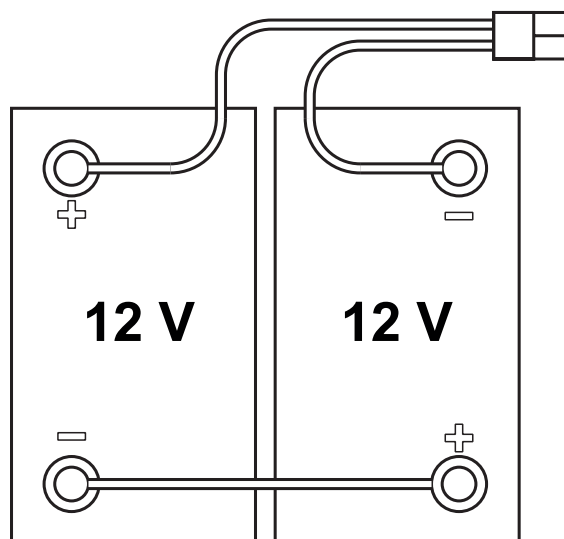

Figure 1
1. Si présente, retirer la clé de contact (41).
2. Débrancher le connecteur (8) des batteries.
3. Ouvrir le couvercle (34) et vérifier si le réservoir de l'eau de récupération (33) est vide. Dans le cas contraire, le vider au moyen du tuyau de vidange (12).
4. Fermer le couvercle (34).
5. Saisir la poignée (16) et soulever le réservoir (33) avec soin.
7. Placer et installer les câbles des batteries tel qu'indiqué dans le schéma de la Figure 1, puis serrer l'écrou sur chaque borne de batterie.
8. Placer le capuchon de protection sur chaque borne, puis brancher le connecteur des batteries (8).
9. Saisir la poignée (16) et baisser le réservoir (33) avec soin.